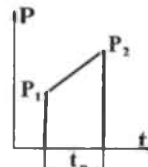

Рис.3
8. По какому выражению определяется эквивалентная мощность нагрузочной диаграммы вида (рис.3)?